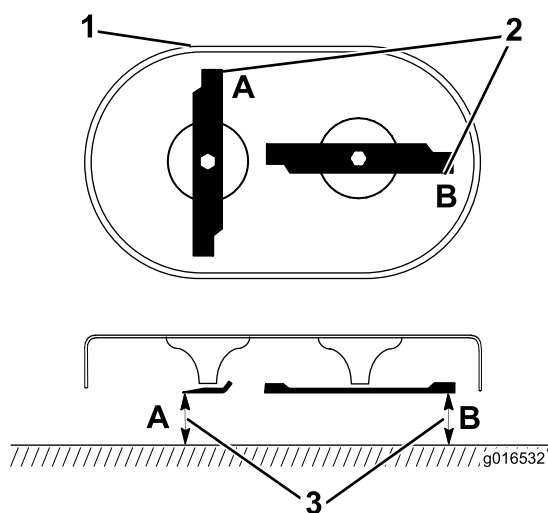

Figura 30
1. Gire las cuchillas hasta que estén posicionadas como se muestra en la Figura 30.
2. Mida desde una superficie nivelada hasta los filos de corte, en las posiciones A y B (Figura 30) y anote las dimensiones.